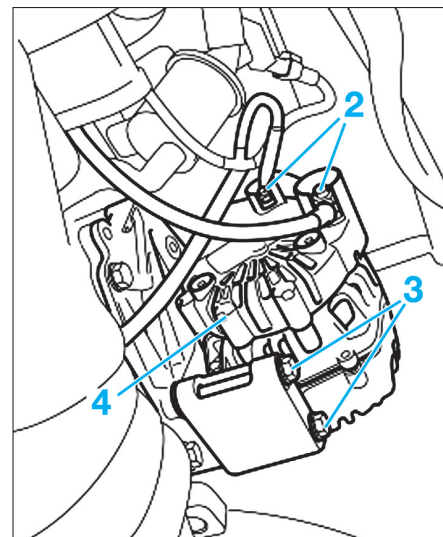

Fig. 3
- Sous le véhicule débrancher les connecteurs (2) de l'alternateur (Fig.3).